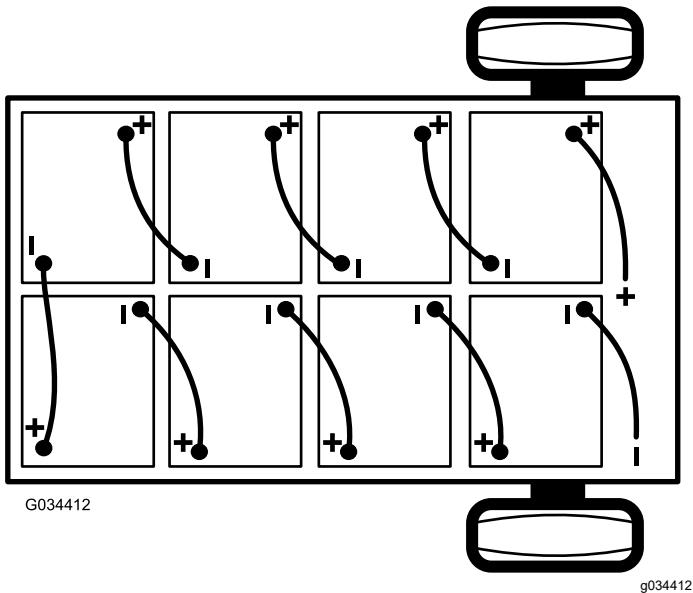

Figura 38
2. Scollegate il cavo negativo principale della batteria (nero) che collega la serie di batterie al punto di messa a terra della macchina (Figura 38).
- Scollegate il cavo positivo principale della batteria (rosso) che collega la serie di batterie al contattore principale della macchina (Figura 38).
Nota: Prestate attenzione alla polarità delle batterie quando montate le batterie nuove (Figura 38).
- Collegate le batterie come mostrato in Figura 38 con i cavi interconnessi alle batterie rimossi al punto 1.
- Collegate il cavo positivo principale (rosso) della batteria tra la serie di batterie e la macchina (Figura 38).
- Collegate il cavo negativo principale (nero) della batteria tra la serie di batterie e la macchina (Figura 38).